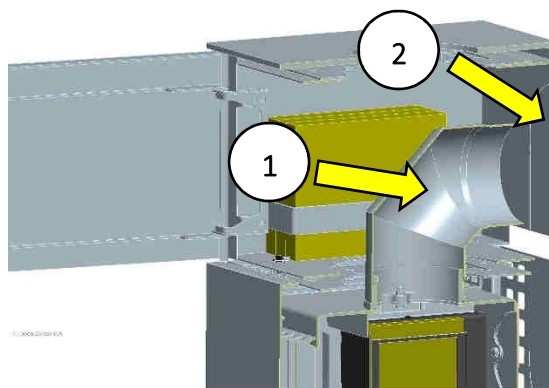

Abb. 22: Rauchrohrbogen einsetzen
- Rauchrohrbogen, wie dargestellt in Abb. 22 Pos.1, einsetzen und den bereits vorausgestanzten Anschluss (Abb. 22 Pos.2) auf der Rückseite des Wärmespeicher-Moduls heraustrennen.